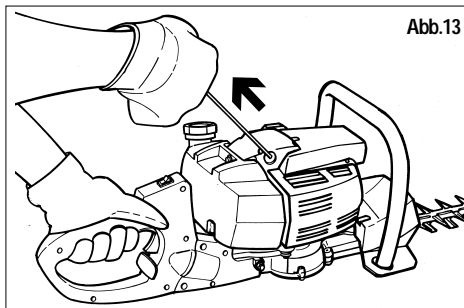

Abb.13
7) Den Anlasseil (Abb. 13) bis zu 3 Mal vollständig ziehen.
9) Ziehen Sie am Anlasseil (Abb. 13), bis der Motor startet.